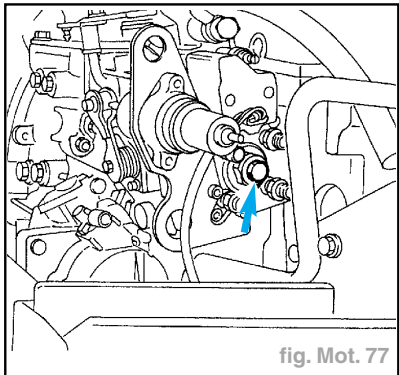

fig. Mot. 77
- Dévisser le bouchon situé sur la vis de serrage de la pompe d'injection (fig. Mot. 77).